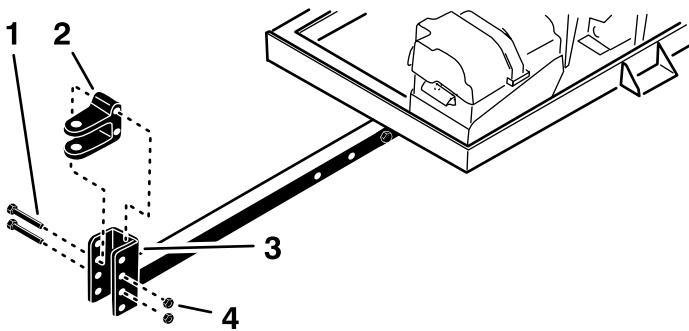

Bild 5
3. Entfernen Sie die beiden Schrauben und die beiden Sicherungsmuttern, mit denen der Anbauvorrichtungsstift (Bild 5) am Anbauvorrichtungsrohr befestigt ist.
5. Befestigen Sie den Anbauvorrichtungsstift mit den beiden Schrauben und Sicherungsmuttern (**Bild 5**) am Anbauvorrichtungsrohr.